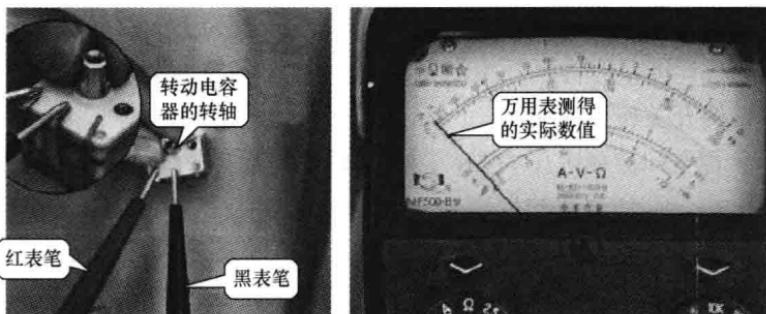

图 4-29 检测可变电容器（二）
- (4) 缓慢转动转钮，继续检测阻值，如图 4-29 所示。